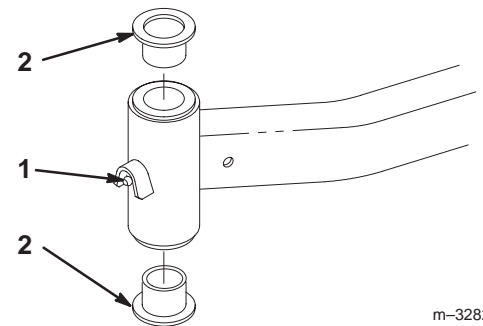

Bild 71
4. Stecken Sie einen Dorn in die Laufradnabe und treiben Sie die Büchse vorsichtig heraus (Bild 71). Reinigen Sie die Innenseite des Befestigungsrohrs.
5. Fetten Sie die Innen- und Außenseiten der neuen Büchsen ein. Treiben Sie die Büchsen vorsichtig mit einem Hammer und einem Flachstahl in das Laufradrohr ein (Bild 71).